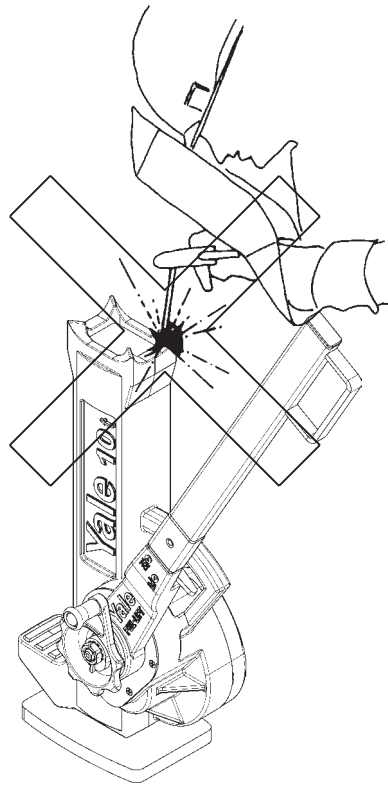

Fig. 2
- Trabajos de soldadura en el aparato están prohibidos (Fig. 2).
- Lassen aan hijsgereedschap is verboden (Fig. 2).